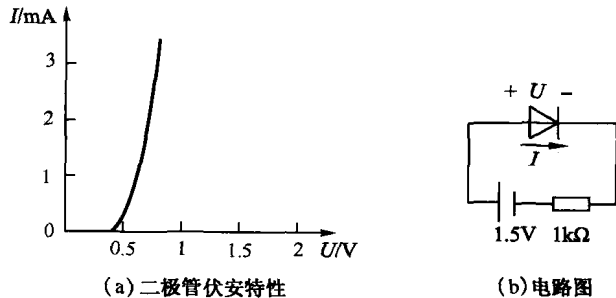

图 1.3.2 二极管伏安特性和电路图
【例 1.3】 二极管的伏安特性如图 1.3.2(a)所示。要求：
(1)在二极管回路中加 1.5V 的电压，如图 1.3.2(b)所示，求此时二极管的电流和电压。